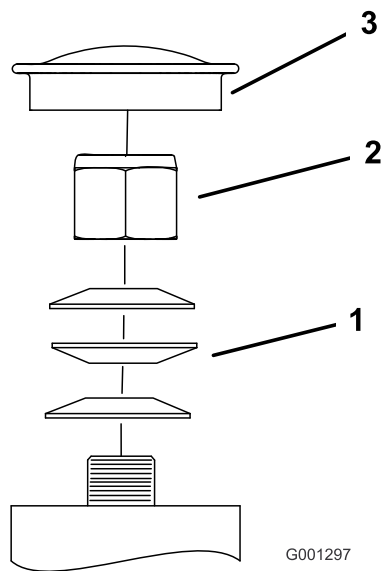

Figure 55
3. Déposez le capuchon protecteur de la roue pivotante et serrez le contre-écrou (Figure 55).
4. Continuez de serrer le contre-écrou jusqu'à ce que les rondelles élastiques soient aplaties, puis desserrez-le d'un quart de tour pour obtenir la précharge correcte des roulements (Figure 55).
5. Reposez le capuchon protecteur (Figure 55).
Important: Veillez à placer les rondelles élastiques correctement, comme montré à la Figure 55.